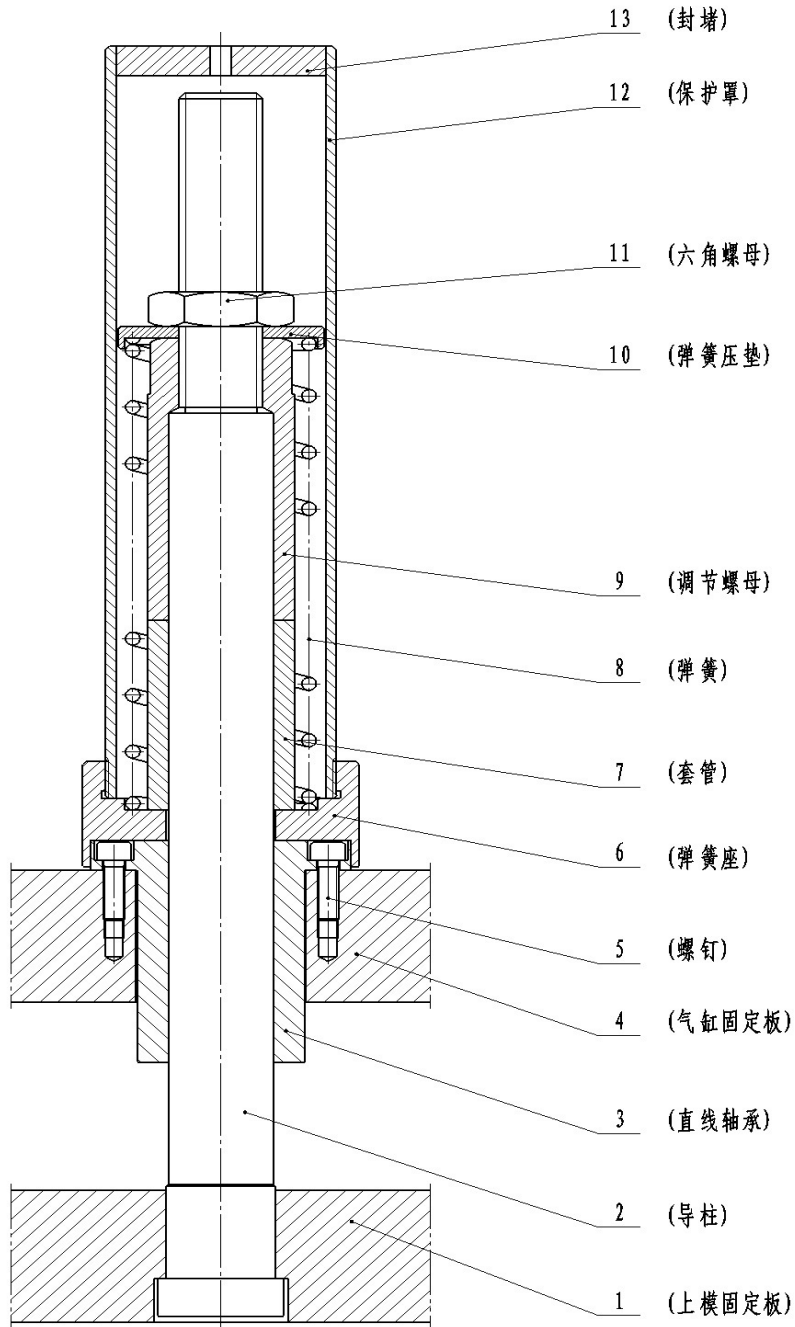

图 5
将机器就位，随后接通气源，并将图 5 中的保护罩、六角螺母、弹簧压垫、弹簧、调节螺母和套管全部取下。
1.9 按照图 5，放上弹簧和弹簧压垫，并将弹簧预紧，装上六角螺母并拧紧，这个过程不要改变前边已经调节好的调节螺母的高度。最后，在弹簧上抹些润滑脂，装上保护罩，既为弹簧提供导向和润滑，又提供安全防护。机器安装调试完毕。
补充：图 5 中的套管，有两个作用：一、在运输过程中，防止上模固定板和导柱向下运动。二、如果所选机器型号总行程比较大，而实际使用的空行程比较小，调节螺母长度不足，可以把套管截成合适长度用来限位。如果没有这种需要，在机器安装调试过程中，不再安装套管，套管仅在运输过程阻挡上模固定板向下拉动活塞杆，避免缸内液压油产生真空吸入空气。